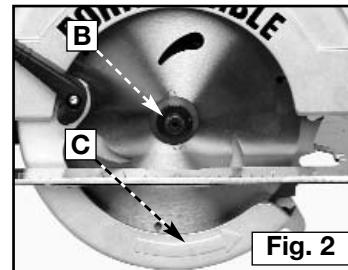

Fig. 2
2. Nettoyez la bride intérieure de lame et rétractez le protecteur télescopique, et placez une lame affûtée sur l'arbre en vous assurant que les dents sont dirigées vers l'avant de la scie, comme illustré à la Fig. 2.
Le protecteur télescopique (A) Fig. 2 est un dispositif de sécurité important pour votre protection. Chaque fois que vous utilisez la scie, assurez-vous que le protecteur télescopique tourne librement et revient entièrement et rapidement à sa position de fermeture. Au moins une fois par mois, nettoyez le bran de scie, le brai, etc. accumulés dans la zone autour du pivot (B) du protecteur télescopique. **NE LUBRIFIEZ PAS CETTE ZONE.** Le pivot est recouvert d'un film de lubrifiant sec et n'a pas besoin d'être huilé. Ne bloquez ou calez **JAMAIS** le protecteur télescopique en position d'ouverture.